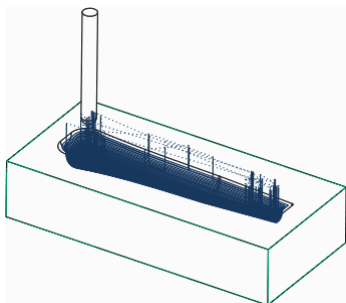

图 3.14.6 刀具的行走路线
Step2. 单击“播放路径”对话框中的  按钮, 观测刀具的行走路线, 结果如图 3.14.6 所示。演示完成后, 单击  按钮。